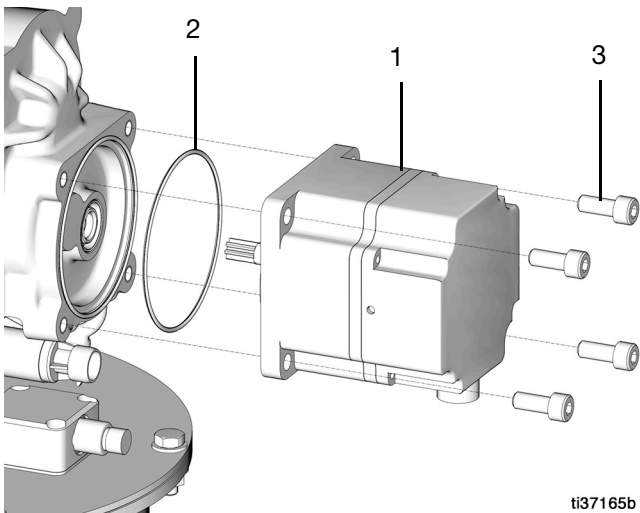

FIG. 25
3. Afloje y quite los cuatro pernos (3) que sujetan el motor (1) a la bomba y, a continuación, retire el motor (1) y la junta tórica (2) (FIG. 25).